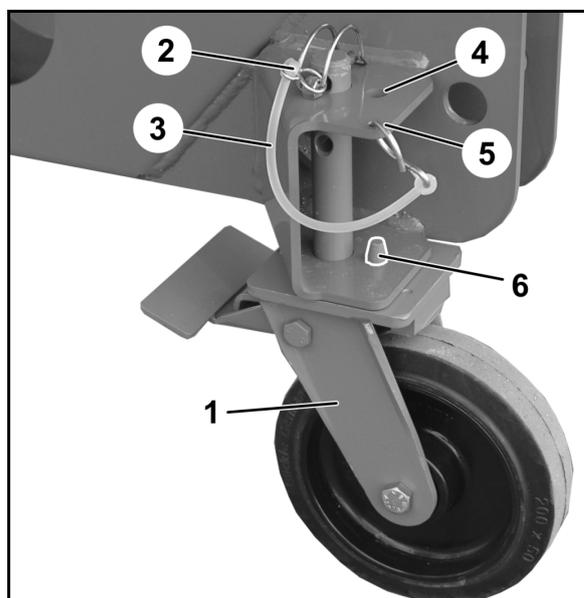
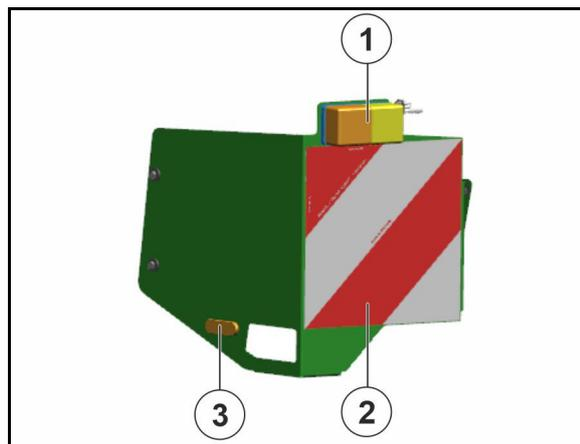

Fig. 10
Fig. 11
- Fixar o encaixe de charneira com a cinta de protecção (Fig. 10/3; Fig. 11/3) na máquina (Fig. 10/5; Fig. 11/5).
5. **Rolos móveis à frente** (Fig. 10/1), **Rolos rígidos atrás** (Fig. 11/1)
- o montar e fixar com um encaixe de charneira (Fig. 10/2; Fig. 11/2) ou
Se os rolos de transporte não forem utilizados, fixar os encaixes de charneira na posição de parque (Fig. 10/4; Fig. 11/4).
Ao montar os rolos rígidos prestar atenção para que a cavilha (Fig. 11/6) passe através do orifício do quadro, mantendo assim os rolos no sentido longitudinal.